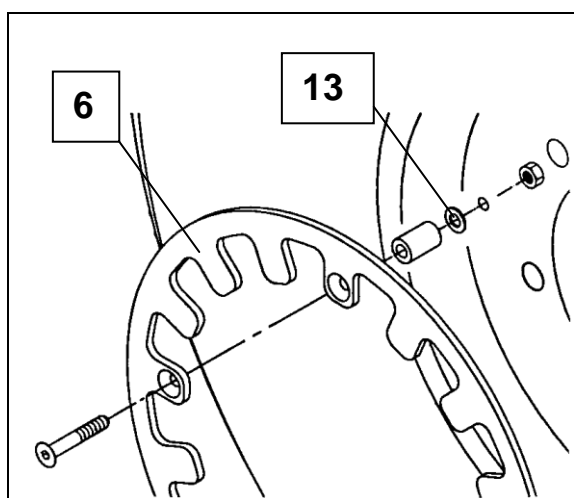

Рис. 7
- Сместите датчик в держателе таким образом, чтобы расстояние до кольца было от 3 до 6 мм (рис. 7 и 9).